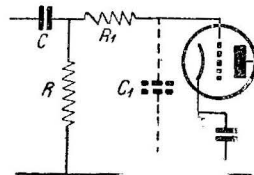

Fig. 2. — On voit le montage de la résistance R qui évite le blocage de la grille.
■ Pour améliorer encore le fonctionnement, on a proposé d'augmenter la constante de temps de la charge par l'adjonction d'une résistance R_1 en série avec la grille, comme l'indique le schéma de la figure 2; la constante de temps de charge devient $C(R_1 + R')$, tandis que la constante de décharge devient CR . Le fonctionnement sera d'autant meilleur que R_1 sera plus grand. Ainsi, si $R = R_1$, les deux constantes de temps deviennent sensiblement égales. Pour des points de tension de faible durée, le condensateur se charge à une tension plus faible, et par suite, le phénomène est nettement réduit, la durée du blocage est plus faible.
Il ne faut pas utiliser une résistance R_1 trop grande, car l'ensemble de cette résistance et de la capacité d'entrée C_1 (marquée en pointillé sur la figure 2) a pour effet de provoquer une atténuation des aiguës.